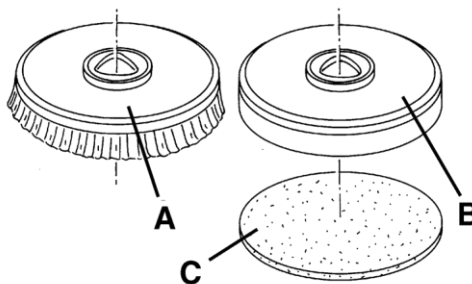

Abb. 3
1. An dem mit dem geeigneten Bürstenkopf vorgerüsteten Gerät können sowohl Bürsten (A, Abb. 3) als auch Padhalter mit Pads (C) montiert werden, je nach auszuführender Bodenbehandlung.
2. Drücken Sie den Schalter (66), um das Gerät zu starten.
3. Drehen Sie den Geschwindigkeitsregler (4) auf Leerlauf, indem Sie ihn gegen den Uhrzeigersinn drehen.
4. Bürsten (A) oder Padhalter (B) unter dem Bürstenkopf (18) positionieren.
5. Schalter (61) betätigen und Bürstenkopf auf die Bürsten/Padhalter absenken.
6. Zum Ankuppeln der Bürsten/Padhalter Bedienpult (3) nach vorne drücken und wieder loslassen. Falls erforderlich, wiederholen Sie den Vorgang, bis der Bürsten-/Pad-Halter aktiviert ist.